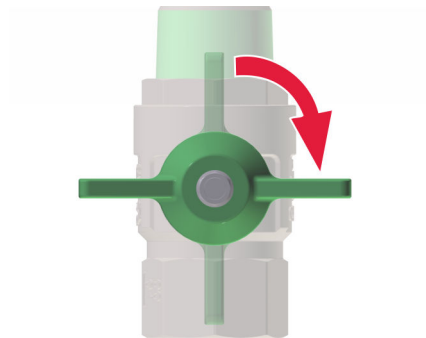

Abb. 25: Hauptabsperrentil schließen
1. ➔ Sicherstellen, dass alle Hauptabsperrentile (Abb. 25) und Befüll- und Entleerhähne geschlossen sind.